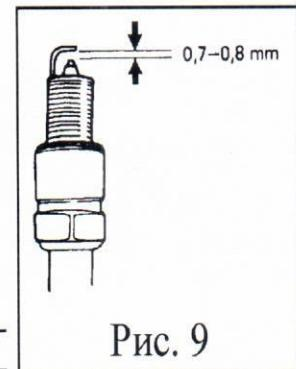

Рис. 9
- Щупом измерьте зазор между электродами, он должен быть в пределах 0,7 ... 0,8 мм (рис.9); установите требуемый зазор подгибанием бокового электрода свечи.